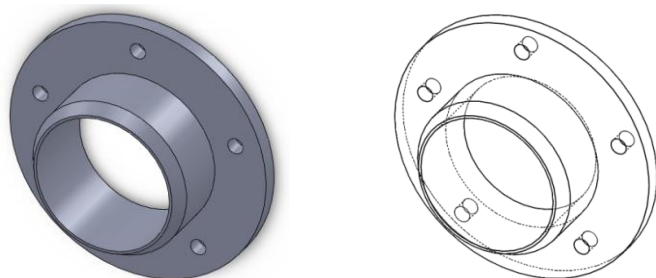

图 2-59 模型图
**步骤 01** 在 SolidWorks 中利用拉伸、切除等操作创建如图 2-59 所示的法兰零件。